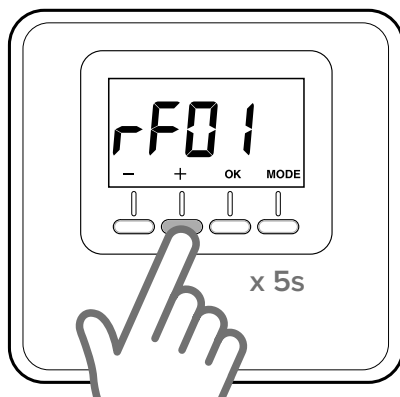

Fig. 18
- Apăsăți din nou tasta “+” pentru 5 secunde pentru a accesa parametri tehnici, ecranul afișează parametrul “rF01” (Fig. 18)